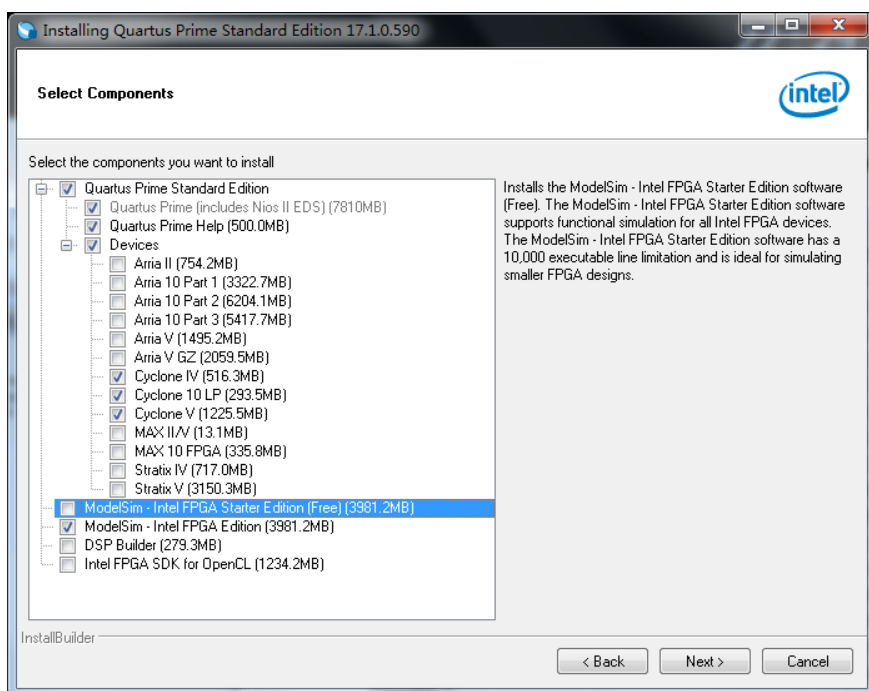

图 2.3.3 安装内容的选择
(3) 下面是安装内容的选择，如图 2.3.3 所示，勾选部分为必选项，其它选项只有在需要进行 DSP 的开发或者 C 语言软件人员进行开发，勾选 DSP Builder 或 Intel FPGA SDK for OpenCL。